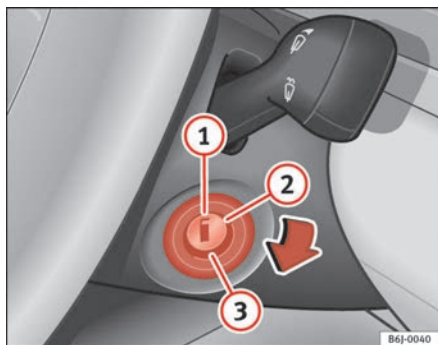

Fig. 93 Posiciones de la llave de contacto
En esta posición ⇒ fig. 93 el encendido y el motor están desconectados pudiéndose bloquear la dirección.
- Gire la llave de contacto hasta la posición ⇒ página 137, fig. 93
①. El testigo  se encenderá en caso de precalentamiento del motor.
- En cuanto se apague el testigo, gire la llave de encendido a la posición ② para poner en marcha el motor y no pise el acelerador.
- Gire la llave de contacto a la posición ⇒ **página 137, fig. 93** 0.